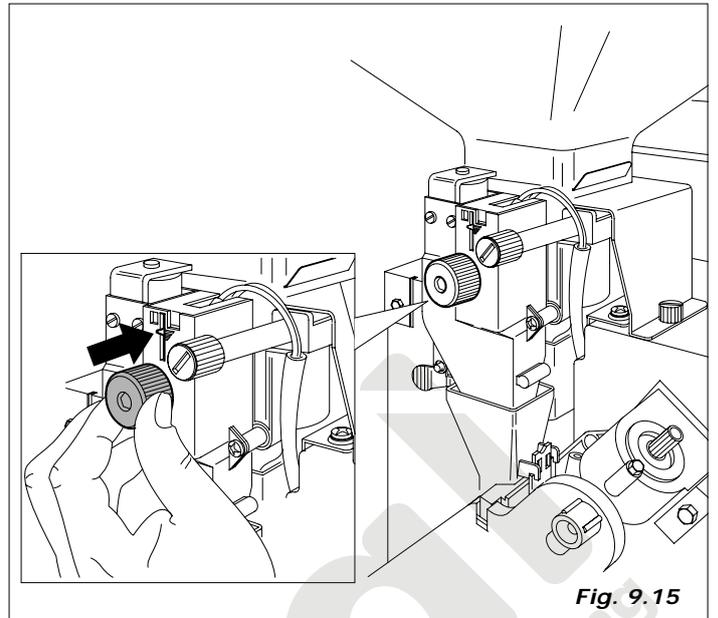

Fig. 9.15
- Gramaje del café molido. Variar la cantidad actuando sobre el botón puesto en el dosificador (Fig.9.15). Cada salto del botón de regulación corresponde a un valor de 0,05 gramos. Girando a la derecha la dosis disminuye. Girando a la izquierda la dosis aumenta. La variación de producto se puede controlar mediante las muestras de referencia colocadas en el cuerpo dosificador (véase la figura 9.15). La tableta de café, normalmente, debe presentarse compacta y levemente húmeda.